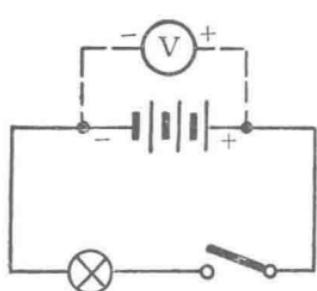
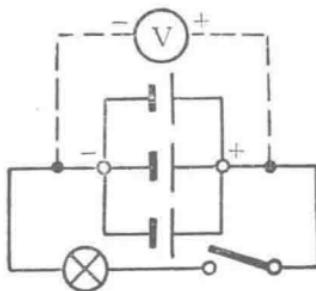
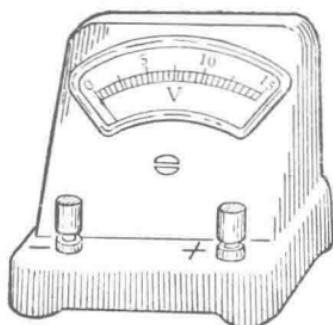

图 1-8 电池的串联
图 1-9 电池的并联
图 1-10 直流电压表
把几节干电池（或几个蓄电池）的正、负极依次串接起来组成电池组，叫电池的串联法（图 1-8）；把电池的正极并接在一起，负极并接在一起组成电池组，叫电池的并联法（图 1-9）。
(1) 手电筒内的两节干电池是什么联法？
(2) 用直流电压表（图 1-10），先分别测量两节干电池的电压各是多少伏？参照图 1-8 把直流电压表并接于电池组的“+”、“-”两极，测量串联后电池组的总电压。总电压与每节干电池的电压有什么关系？
(3) 参照图 1-9 测量并联后电池组的总电压。总电压与每节电池的电压又有什么关系？